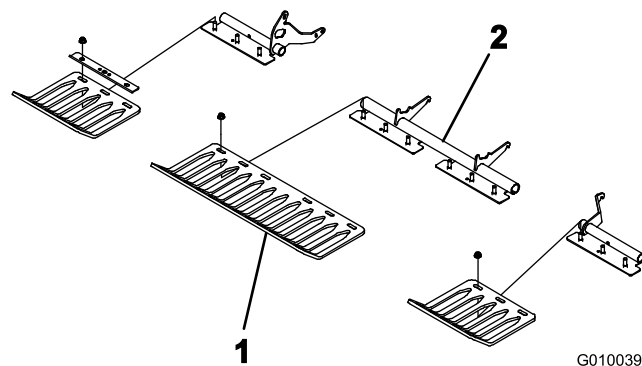

Figura 24
3. Montate le protezioni del tappeto erboso sulle relative staffe con 4 fascette delle protezioni e 12 dadi flangiati (Figura 24). Non serrare i dispositivi di fissaggio.
Nota: Le fascette delle protezioni del manto erboso e i dadi flangiati sono spediti fissati alle staffe (Figura 24).